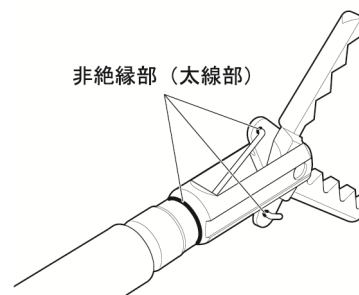

図5
- (17) 本製品の金属部が術者・介助者に触れた状態で通電しないこと。本製品のハンドルが濡れている状態で通電しないこと。術者・介助者が熱傷をするおそれがある。
- (18) 患者が、導電体に触れないようにすること。術者・介助者は、絶縁性のある防水性手袋を着用すること。挿入部が絶縁されていない処置具と同時に使用しないこと。患者の皮膚に触れている状態では、通電しないこと。患者の衣服が濡れた状態では、通電しないこと。本製品の金属部が術者・介助者に触れた状態で通電しないこと。本製品のハンドルが濡れている状態で通電しないこと。体腔内の組織に付着している粘液を吸引してから通電すること。先端部と内視鏡先端の金属部が接触した状態で通電しないこと。挿入部のチューブに切れや剥がれがある場合には使用しないこと。熱傷を起こすおそれがある。
- (19) 挿通しにくい場合は、本製品を無理に押込まないこと。内視鏡が損傷するおそれがある。
- (20) 本製品がわん曲部に引っ掛かって挿通しにくい場合は、本製品を無理に押込まないこと。
- (21) 先端部の爪を閉じた状態で、内視鏡からゆっくり引き抜くこと。内視鏡が損傷するおそれがある。
- (22) 先端部の爪が開閉しにくい場合および爪が開かない場合は、内視鏡のわん曲角を戻し、爪を閉じた状態で、内視鏡から引き抜くこと。それでも何らかの理由で爪が閉じない場合は、A コードを外し爪を内視鏡鉗子口の開口部付近まで戻し、組織を傷つけないように注意しながら、内視鏡と高周波はさみ鉗子を一緒にゆっくりと引き抜くこと。引き抜いた本製品の点検を行い、異常がある場合には使用を中止すること。
- (23) 使用中に、切れ味が悪くなったり、断線、接触不良等で切れなくなった場合は、使用を中止し、内視鏡からゆっくりと引き抜き、あらかじめ準備してある予備の本製品や A コード、高周波電源装置と交換すること。
- (24) 組織の付着や炭化などにより、先端部の爪が開かなくなった場合には、内視鏡からゆっくりと引き抜き、軟らかい歯ブラシや滅菌ガーゼなどを使用して、先端部に付着した組織などを除去すること。それでも、何らかの理由で爪が開かない場合には、使用を中止し、あらかじめ準備してある予備の本製品と交換すること。
- (25) 先端部全体が内視鏡の視野に入った状態で通電すること。高周波処置により熱くなった先端部が内視鏡先端部に触れると、内視鏡を損傷するおそれがある。
- (26) 先端部には絶縁性のコーティングが施している。ただし、高周波処置などによりコートが剥離したり、コーティングに極めて小さな孔（ピンホール）が存在したりすることもあり、絶縁性を保証するものではない。また、先端部周囲が体液などにより濡れていると、その体液などを介して導電部から電流が流れるおそれがあるので、絶縁性のコーティング面であっても組織に接触させた状態で通電すると、穿孔や熱傷を起こすおそれがある。
- (27) 爪を開いた状態では、通電しないこと。先端部の爪を開いた状態にすると、爪の内側や先端部の非絶縁部が露出する。その状態で通電すると、非絶縁部が組織に触れて、穿孔や熱傷を起こすおそれがある。（図 5）